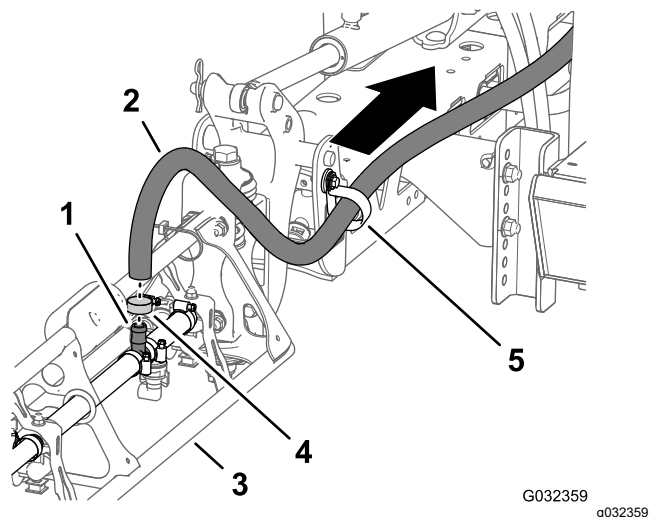

Рисунок 37
1. С наружной секции стрелы снимите шланговый хомут, который крепит шланг подачи секции стрелы к тройнику типа «елочка» (Рисунок 37).
2. Снимите шланг с тройника (Рисунок 37).
3. Снимите свободный конец шланга с R-образного хомута (Рисунок 37).